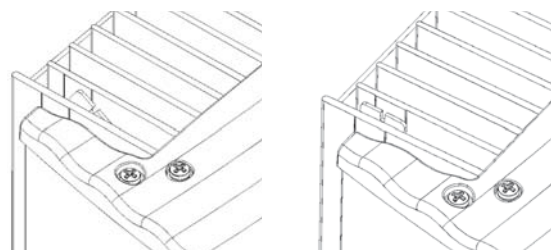

Abbildung 6.2: **Aushängesicherung**
- Verriegeln Sie die Aushängesicherung. Schieben Sie hierzu das obere Ende der Aushängesicherung in Richtung der Wand, bis die Nut parallel zur Wand verläuft (Abbildung 6.2)